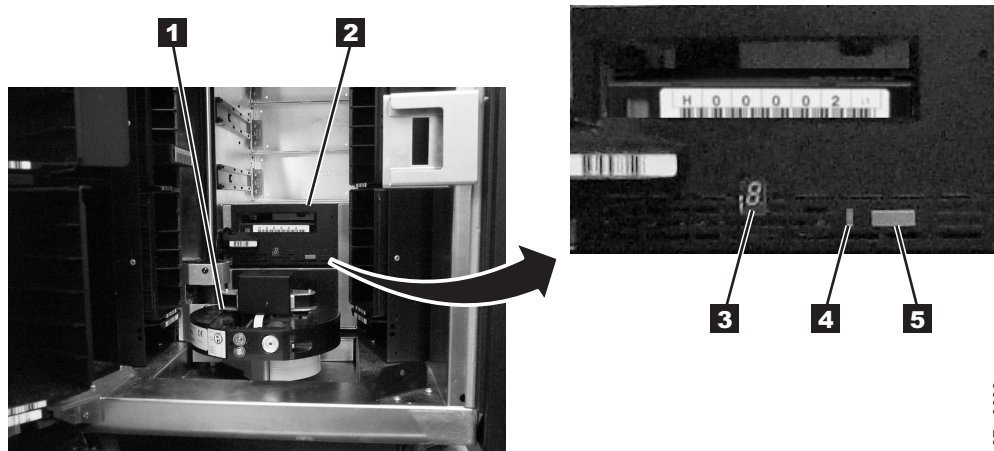

Abbildung 212. Bandlaufwerk in Grundstellung bringen
3. Suchen Sie das Laufwerk mit der festgeklemmten Bandkassette. Befindet sich der Greifarm (**1** in Abb. 212) vor dem Laufwerk **2**, heben Sie den Greifarm vorsichtig an und halten Sie ihn in einer Position, die die weiteren Arbeiten nicht behindert.